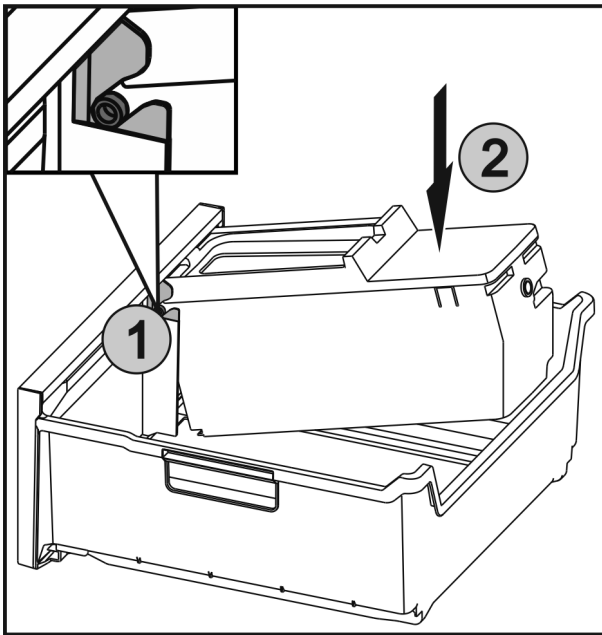

Fig. 70
- ▶ Insérer les axes Fig. 70 (1) sur l'EasyTwist-Ice dans les guides et appuyer sur le côté arrière Fig. 70 (2) jusqu'à ce que la languette s'enclenche.